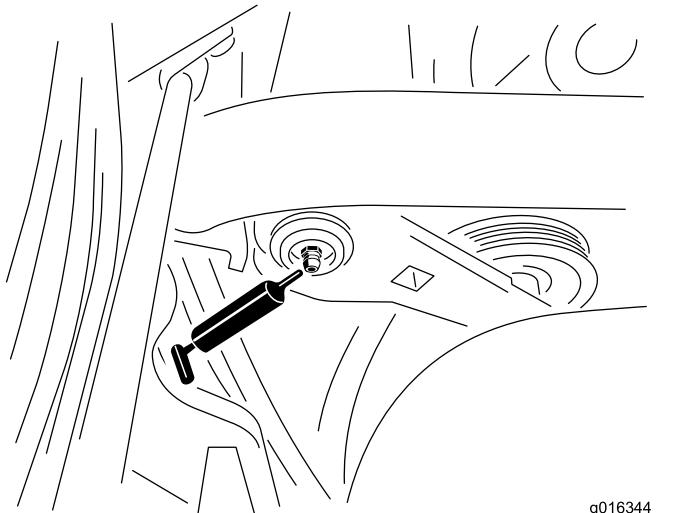

図44
1. 異物を入れてしまわないよう、グリスニップルをきれいに拭く図44。